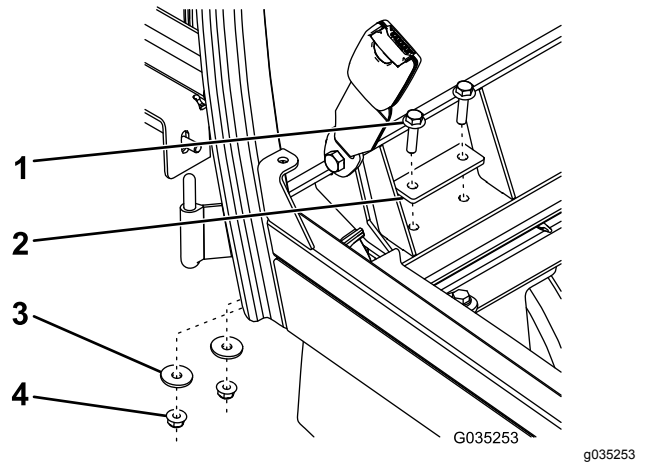

**Figura 12**
6. Prenda as laterais da estrutura da cabina utilizando os seis parafusos de cabeça sextavada ( $\frac{3}{8}$  pol. x  $1\frac{1}{4}$  pol.), seis anilhas ( $\frac{3}{8}$ " ) e seis porcas flangeadas ( $\frac{3}{8}$ " ) como se mostra na Figura 12.